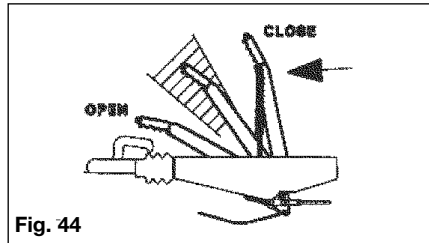

Fig. 44
**Automatic Handbrake Lever (Fig. 44)**